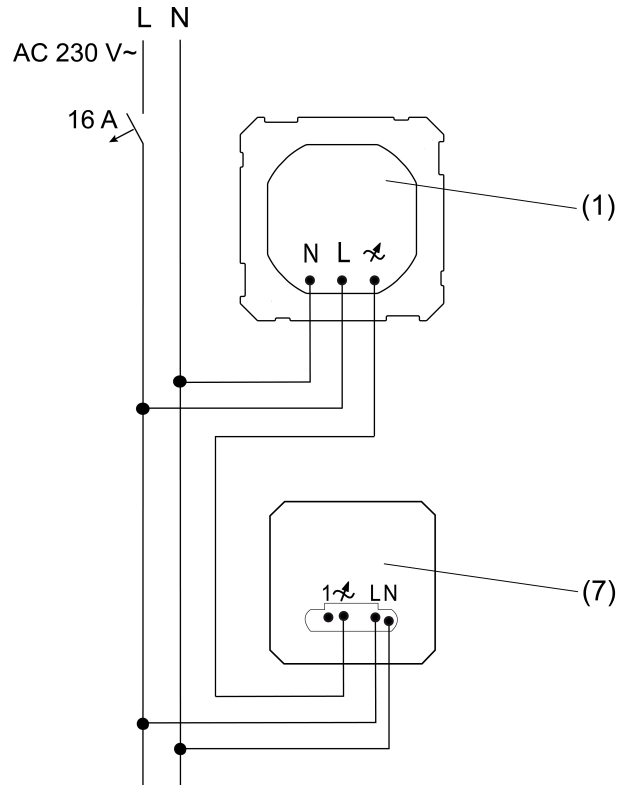
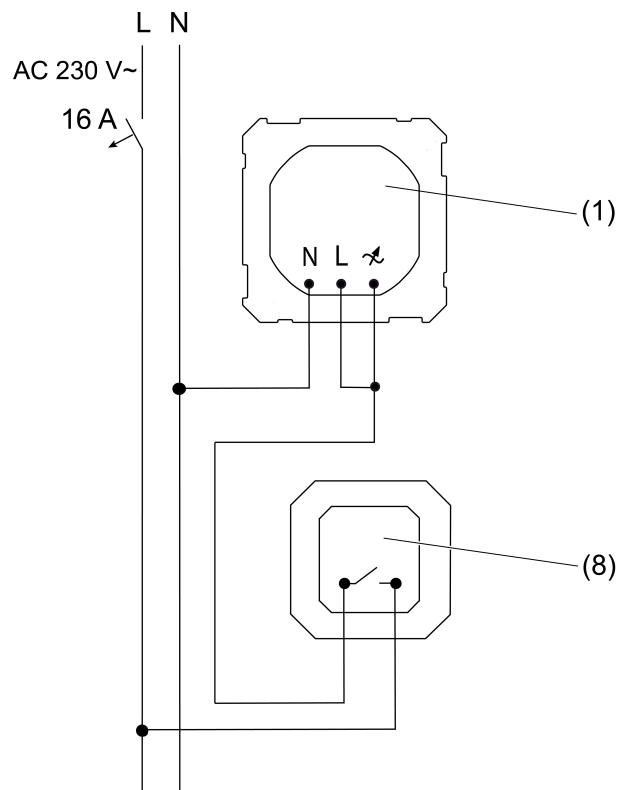

Figura 3: Per sistemi di illuminazione dimmerabili: schema di collegamento per dimmer LED a 3 fili (7)
Figura 4: Per sistemi di illuminazione non dimmerabili: schema di collegamento per inserto di commutazione (8)
- Dimmer LED con collegamento a 3 fili (7) (Figura 3)
- Collegare l'unità da incasso Plug & Light (1) per sistemi di illuminazione non dimmerabili secondo quanto indicato nello schema di collegamento qui di seguito:
- Inserto di commutazione (8) (Figura 4)